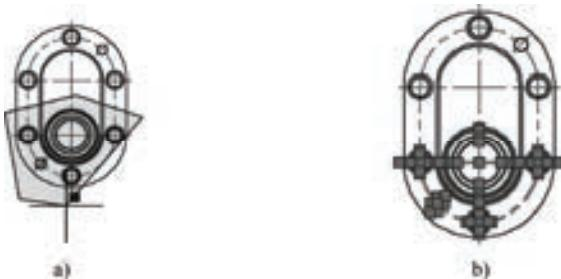

图 4-4 “圈围”对象选择方式
(8) 圈围(WP) 使用一个不规则的多边形来选择对象。根据提示，用户顺次输入构成多边形的所有顶点的坐标，最后，按〈Enter〉键做出空回答结束操作。系统将自动连接第一个顶点到最后一个顶点的各个顶点，形成封闭的多边形。凡是被多边形围住的对象均被选中（不包括边界）。执行结果如图 4-4 所示。